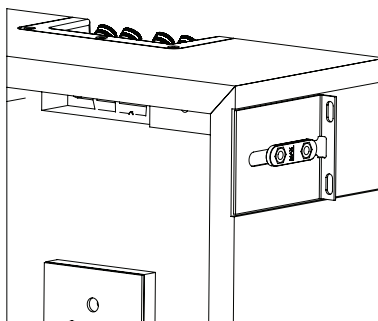

図13
- エンクロージャの前面の端面を壁面と同一平面上に置きます。ネジを締めます。とても厚く処理した壁面に設置する場合は、エンクロージャのL-ブラケットを裏返して、L-ブラケットが壁から突き出るようにします。これはシステムを追加の前方配置を提供します(図13をご覧ください)。
- バッフル組立品をエンクロージャに設置します。バッフル上のガスケットは、エンクロージャの端面や壁に設置しなければなりません。**警告:** 組み立て中にワイヤーを締め付けることを防止するために、バッフルを挿入する時に端子の接続を注意深く指導して下さい(図13と図14をご覧ください)。